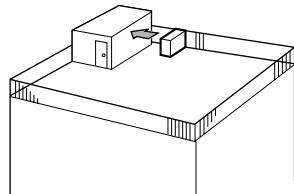

Fig. 2-3
- ① Anbring udblaesningen, så den vender imod den nærmeste væg og ca. 50 cm fra den. (Fig. 2-3)